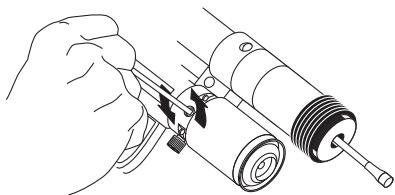

Abb. 5
2. Den Verschluss an der Entlüftung mit einem Inbusschlüssel (3 mm) losschrauben, siehe Abb. 5.